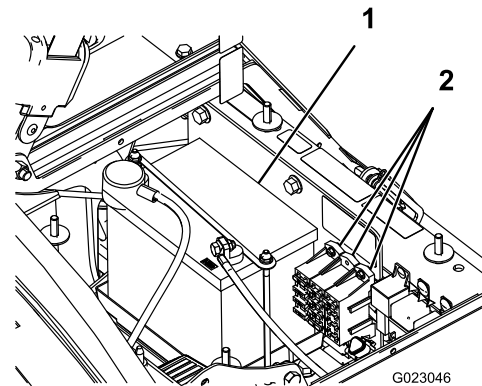

Figure 48
Le système électrique comprend 2 porte-fusibles et 1 emplacement libre. Ils sont situés sous le siège (Figure 48).
2. La batterie est située sur le côté droit de la machine, derrière la pompe (Figure 48).
5. Retirez le dispositif de retenue et les fixations de la batterie (Figure 48).
2. Installez le dispositif de retenue de la batterie et sécurisez-le avec les fixations retirées précédemment (Figure 48).
4. Posez le couvercle de la batterie et fixez-le à l'aide des 2 boutons (Figure 48).
1. Desserrez les boutons sur les côtés du bac de la batterie et déposez le couvercle de la batterie (Figure 48).